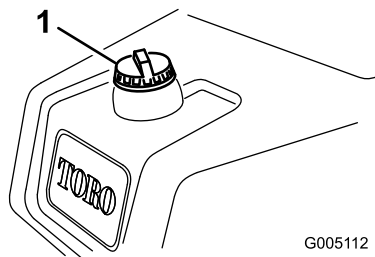

Figura 29
1. Limpe a zona em redor da tampa do depósito de combustível e retire-a (Figura 29).